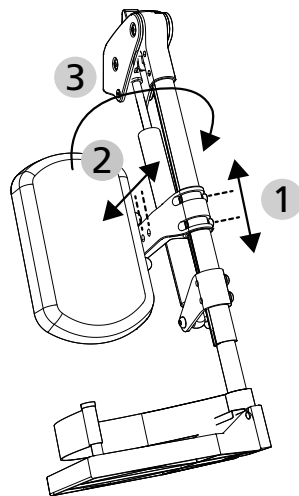

bild 56
1. Vadstödsdynans höjdläge kan justeras efter att de två 2 insexskruvarna (5 mm) har lossats från hållaren. Flytta dynan till önskat höjdläge och sätt in skruvarna i de fästhål som då passar i hålmatrixen (30 mm hålavstånd, figur 1 i bild 56).
2. Vadstödsdynans läge i djupled kan justeras efter att insexskruven (5 mm) har lossats. Flytta dynan till önskat djupledsläge och sätt in skruven i det fästhål som då passar i hålmatrixen (20 mm hålavstånd, pil 2 i bild 56).
Om vaden ska avlastas och benet få lite mer plats, kan vadstödsdynan med hållare svängas undan utåt (pil 3 i bild 56).